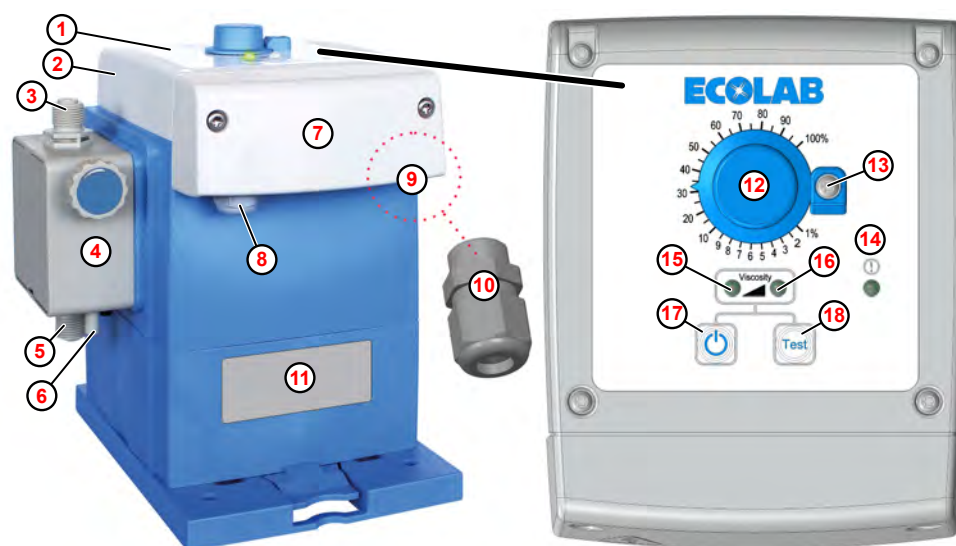

Fig. 1: Struttura, elementi di comando e passacavi EcoPro
Per il collegamento del segnale di consenso, la pompa ha una chiusura a vite (M12 x 1,5) con (Fig. 1 , ⑩).